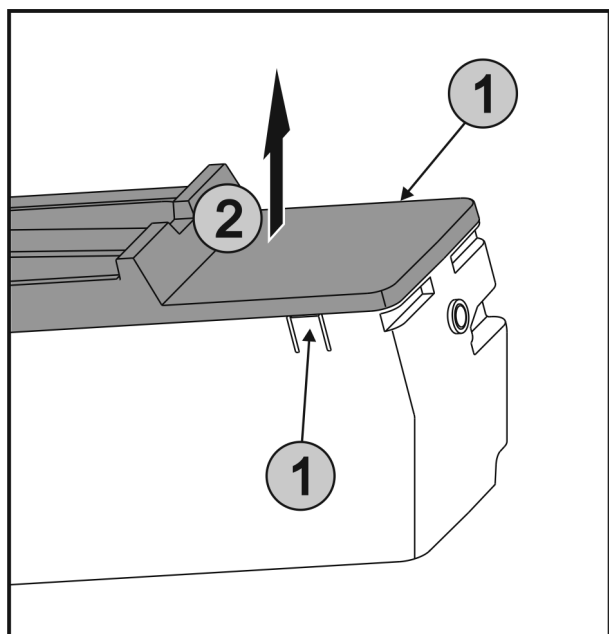

Fig. 41
- ▶ Lippen Fig. 41 (1) aan beide zijden van EasyTwist-Ice gelijktijdig indrukken en de afdekking Fig. 41 (2) omhoog verwijderen.